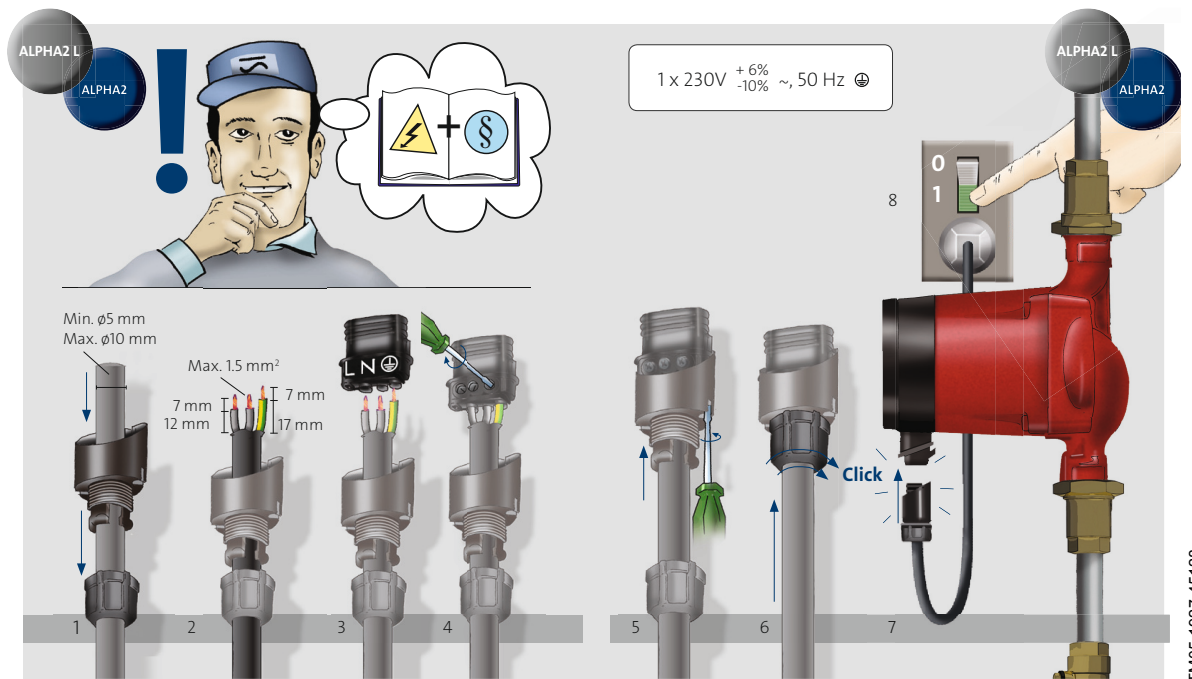

Fig. 6 Branchement électrique
- Connecter le circulateur au réseau électrique à l'aide de la fiche fournie avec le circulateur comme indiqué dans fig. 6, étapes 1 à 8.